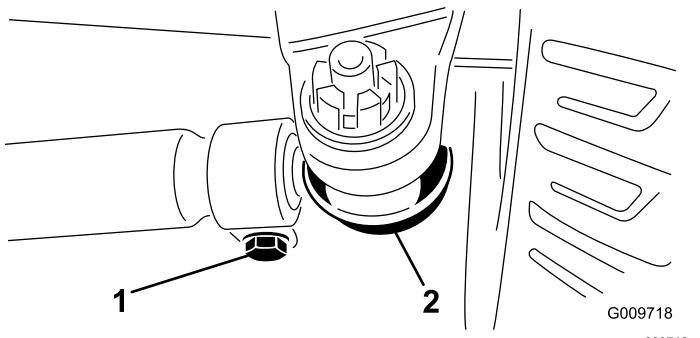

Bild 73
3. Lockern Sie die Klemmen an beiden Enden der Spurstangen (**Bild 73**).
2. Entfernen Sie den Splint und die Mutter von einem der Spurstangen-Kugelgelenke (**Bild 73**). Entfernen Sie das Spurstangen-Kugelgelenk vom Achsständer.